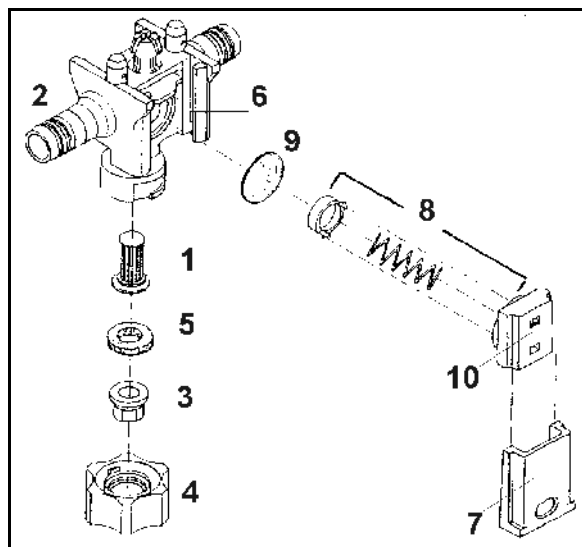

Fig. 151
Controle de tanto en tanto el asiento del empujador (Fig. 151/7).
- Para ello empujarlo dentro del cuerpo de tobera (Fig. 151/2) como sea posible con fuerza medida del pulgar.
1. Colocar el filtro de tobera (Fig. 151/1) desde abajo dentro del cuerpo de la tobera (Fig. 151/2) einsetzen.
2. Colocar la tobera (Fig. 151/3) en la tuerca de bayoneta (Fig. 151/4).
3. Colocar junta de goma (Fig. 151/5) encima de la tobera.
Depósitos en el asiento de membrana (Fig. 151/6) son la causa de una desconexión no libre de goteo de las toberas con varillaje desconectado. Entonces limpiar las correspondientes membranas como sigue:
1. Tirar el empujador (Fig. 151/7) fuera del cuerpo de la tobera (Fig. 151/2) en dirección hacia la tuerca de bayoneta.
2. Extraer el elemento elástico (Fig. 151/8) y la membrana (Fig. 151/9).
3. Limpiar el asiento de membrana (Fig. 151/6).
Observar la correcta dirección de montaje del elemento elástico. Los bordes ascendentes rebajados a la derecha y a la izquierda en la carcasa del elemento elástico (Fig. 151/10) deben ascender durante el ensamblado en dirección al perfil del varillaje.